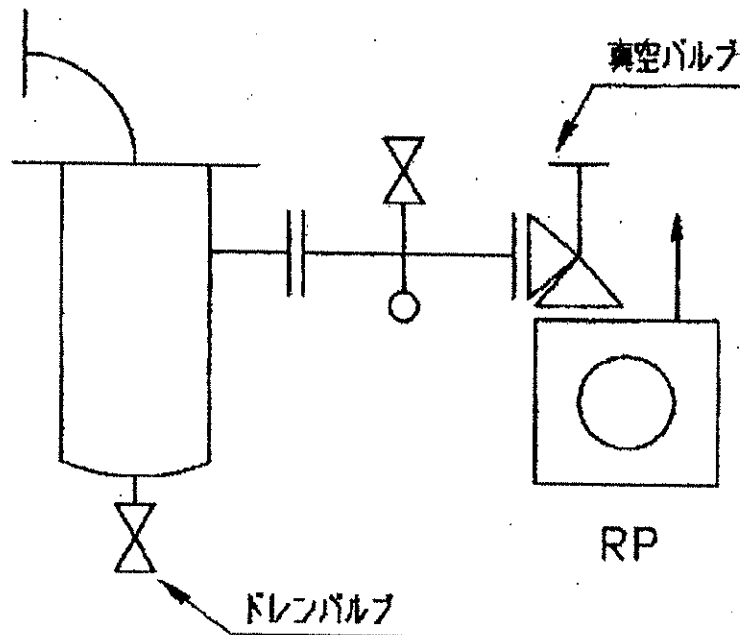

図3. 水冷トラップ取付要領一例
水冷トラップ (WT) と油回転真空ポンプ (RP) は図3. のように取付けて下さい。